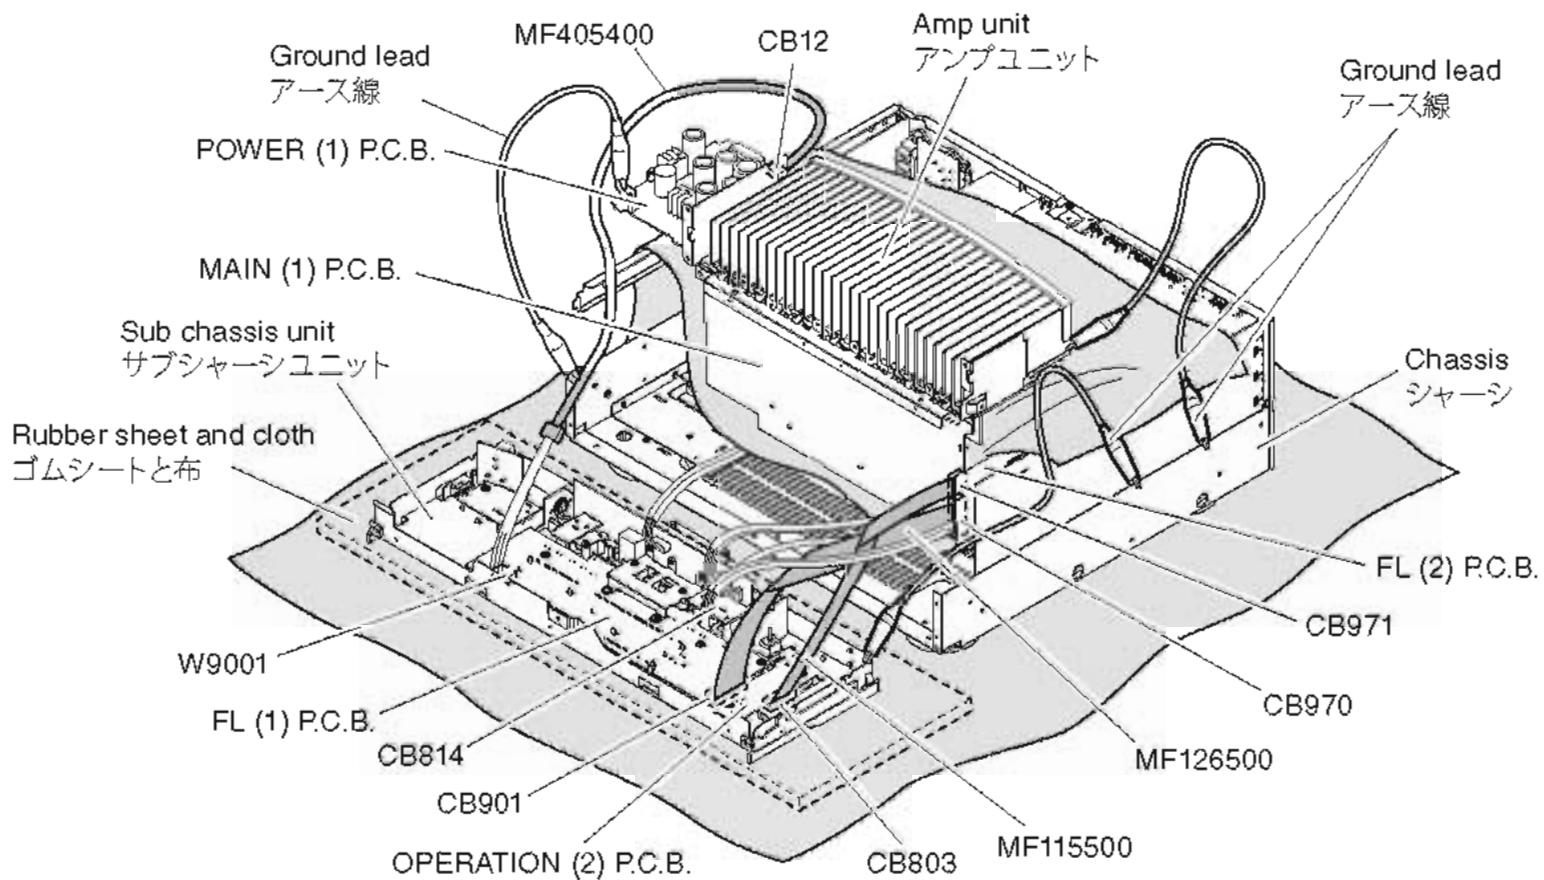

Fig. 11
- Put the rubber sheet and the cloth over this unit. Then put the amp unit upright on the cloth and check it. (Fig. 11)
- Put the amp unit together with the heat sink upright and check. (Fig. 11)
- Connect the ground point of the sub chassis unit and the amp unit to the chassis with a ground lead or the like. (Fig. 11)
- 本機の上にゴムシートと布を敷き、その上にアンプユニットを立てて置いてチェックします。(Fig. 11)
- アンプユニットはヒートシンクといっしょに立ててチェックします。(Fig. 11)
- サブシャーシユニットとアンプユニットのアースをアース線等でシャーシに接続してください。(Fig. 11)